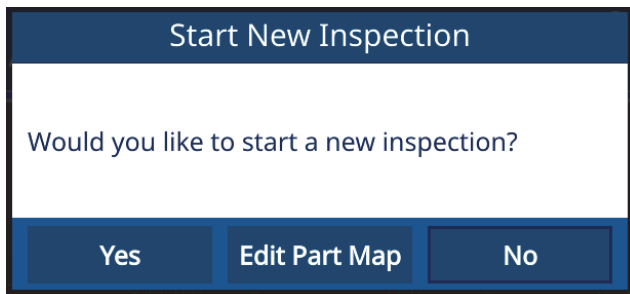

图 6-6 开始新检测
2. 在**Start New Inspection**（开始新检测）弹出窗口中选择**Yes**（是）（参见第58页的图 6-6）。